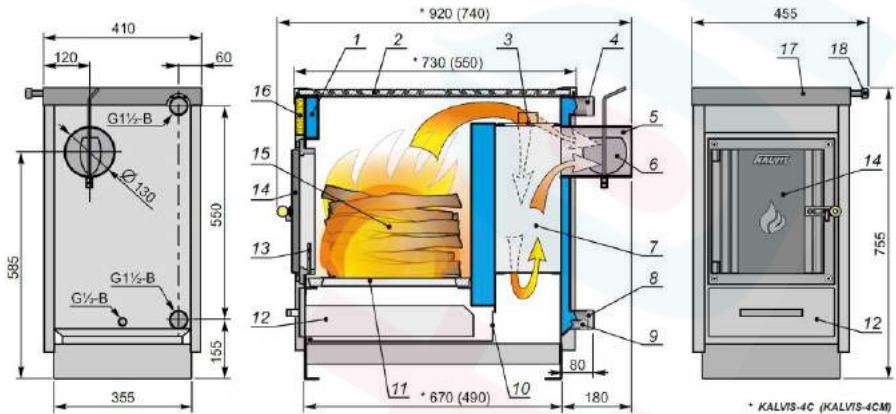

Рис. 1
Корпус котла (1) (см. рис. 1) сварен из листовой стали, и имеет полости, в которых подогревается вода. Верхняя часть корпуса закрыта чугунным варочным настилом (2) с двумя конфорками закрытыми кольцами для приготовления пищи.
7. Обслуживание котла (см. рис. 1)